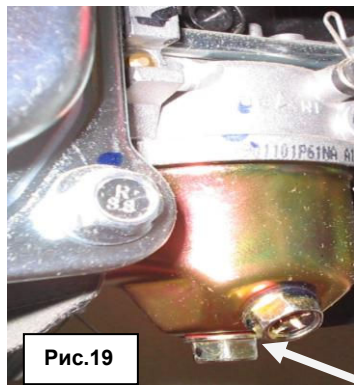

Рис.19
2. Слить бензин из поплавковой камеры карбюратора выкрутив пробку сливного отверстия. (см.рис.19. п.1) .